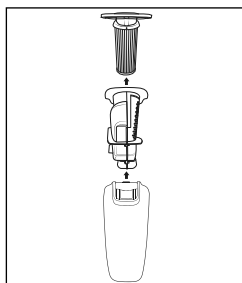

Abb. 14
- ◆ Ziehen Sie zunächst den HEPA-Filter **20** und dann den Grobfilter **19** aus dem Schmutzbehälter **10** heraus (siehe Abb. 14). Klopfen Sie beide Teile über einem Mülleimer o. Ä. aus. Bei Bedarf können Sie den HEPA-Filter **20** mit klarem Wasser abspülen. Lassen Sie ihn anschließend an der Luft vollständig trocknen.